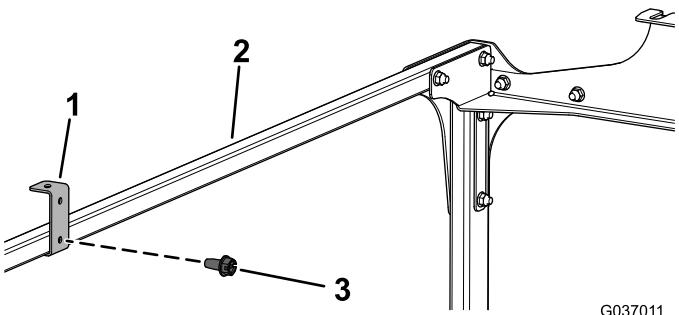

Figura 12
12. Instale los 2 soportes de techo a los tubos de enlace transversal con 2 tornillos autorroscantes (1/4" x 1/2"), tal y como se muestra en la Figura 12.